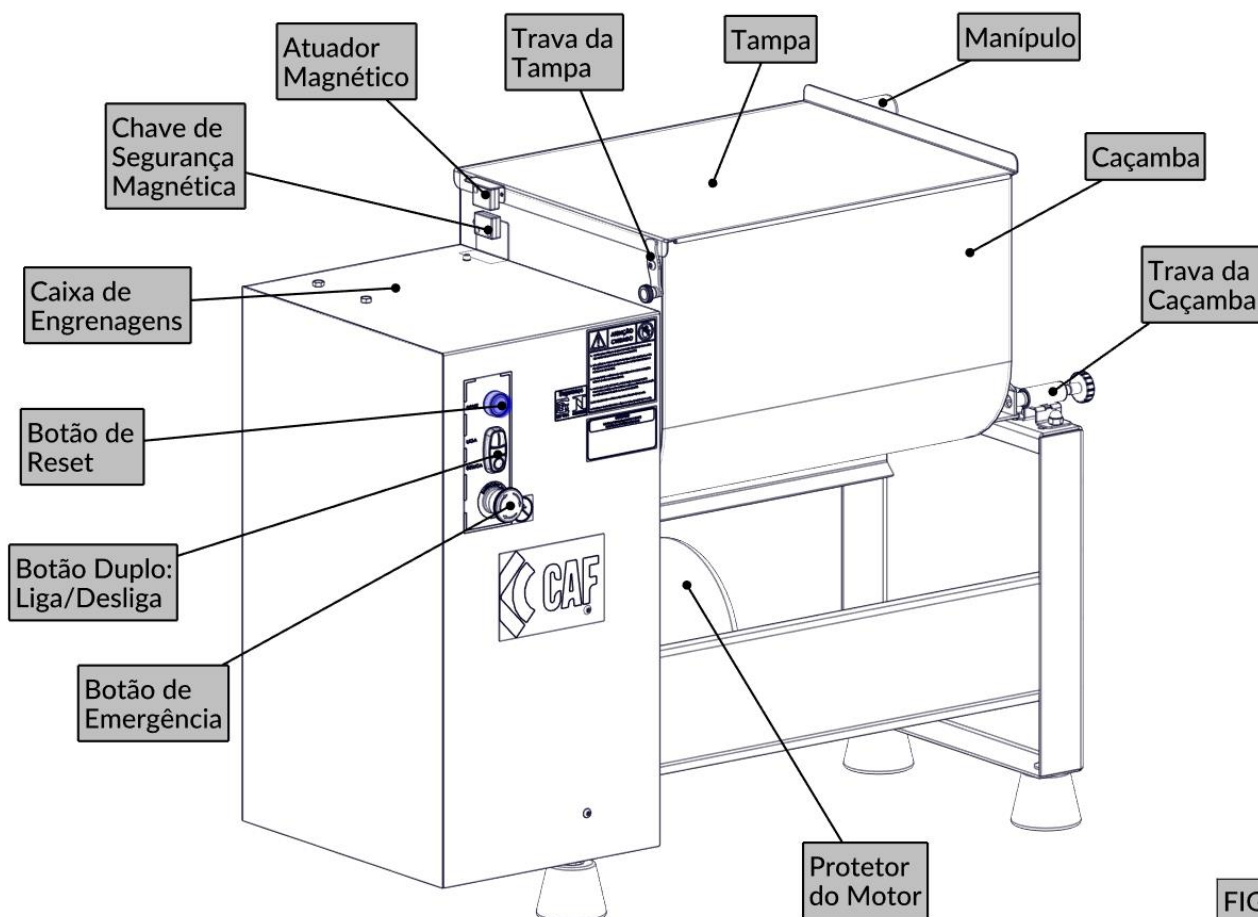

FIG. 1
2. Feche a tampa da caçamba, lembrando-se de acionar a trava da tampa (FIG. 1);
3. Verifique se o botão de emergência está destravado (FIG. 1);
4. Acione o botão de reset (FIG. 1);
5. Aperte o botão liga/desliga localizado no painel de comando (FIG. 1).